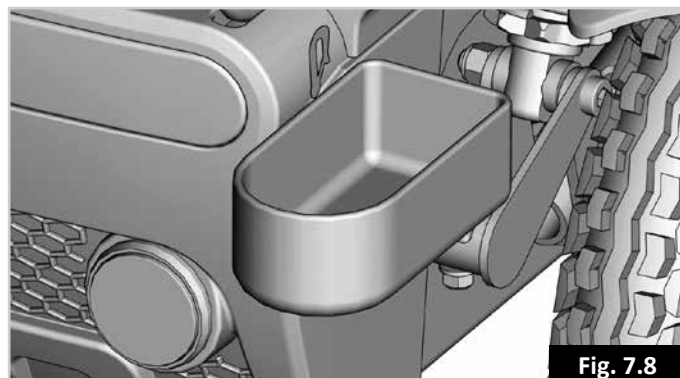

Fig. 7.8
**7.7 Suporte da Canadiana, (Fig. 7.8):****⚠ AVISO!**